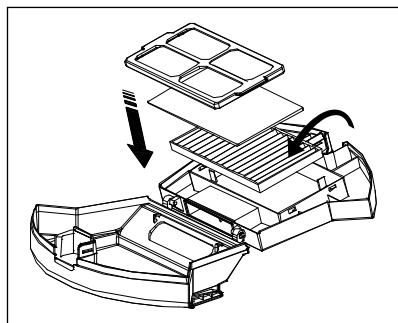

Fig. 13
- 8) Volte a colocar o filtro EPA **7** e o filtro de espuma no compartimento e fixe o filtro de rede no compartimento. Feche o reservatório de pó **14** (ver fig. 13).